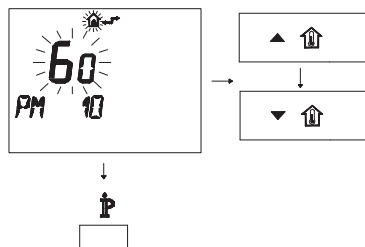

Figura 5.56
- Per modificare il SET programmato agire sui pulsanti ▲⬆️ o ▼⬆️ e aspettare che il numero programmato cominci a lampeggiare (Figura 5.56).